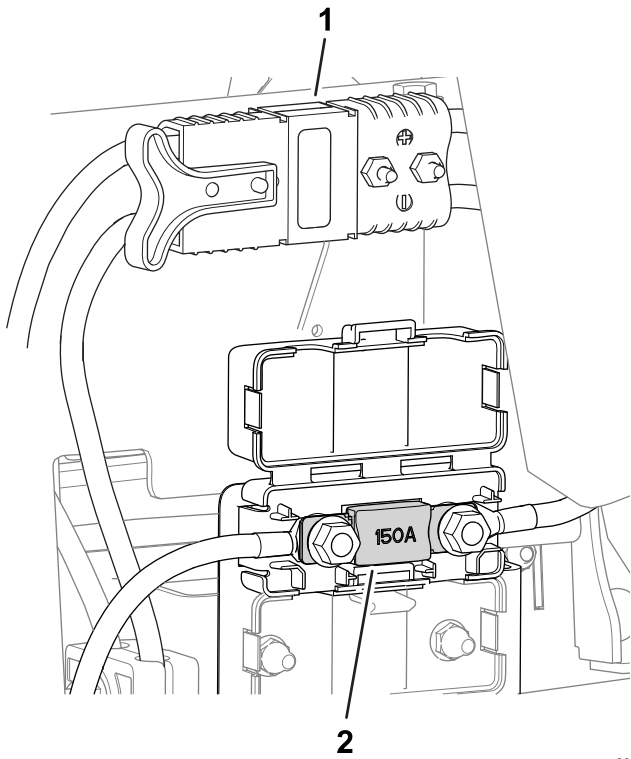

図 55
- 回路保護用のヒューズは主電源コネクタの下にあります 図 55。